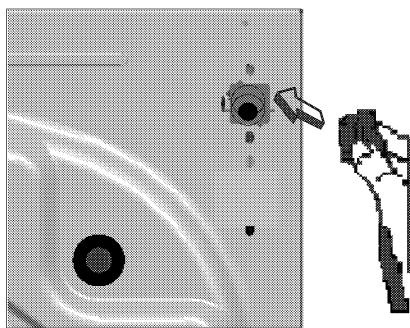
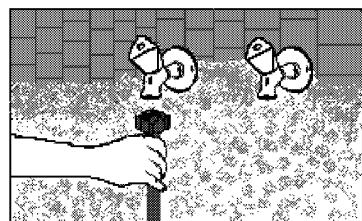

Fig.5
Fig.6
- Branchez le raccord (coudé) du tuyau d'arrivée d'eau à l'arrière de la machine avec 1 joint (fig.5) et l'autre raccord (droit) au robinet avec le joint avec filtre (fig.6). En cas de doute, faites brancher la machine par un installateur qualifié.